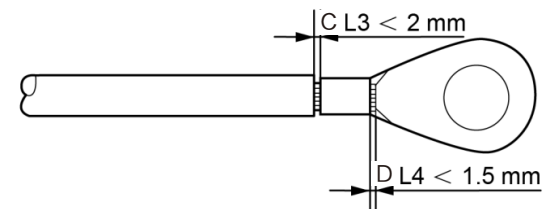

图3.10 线缆压接
4. 将剥开的线缆插入OT端子压接区域，然后使用液压夹将端子压接到线缆上（参见图3.10）。